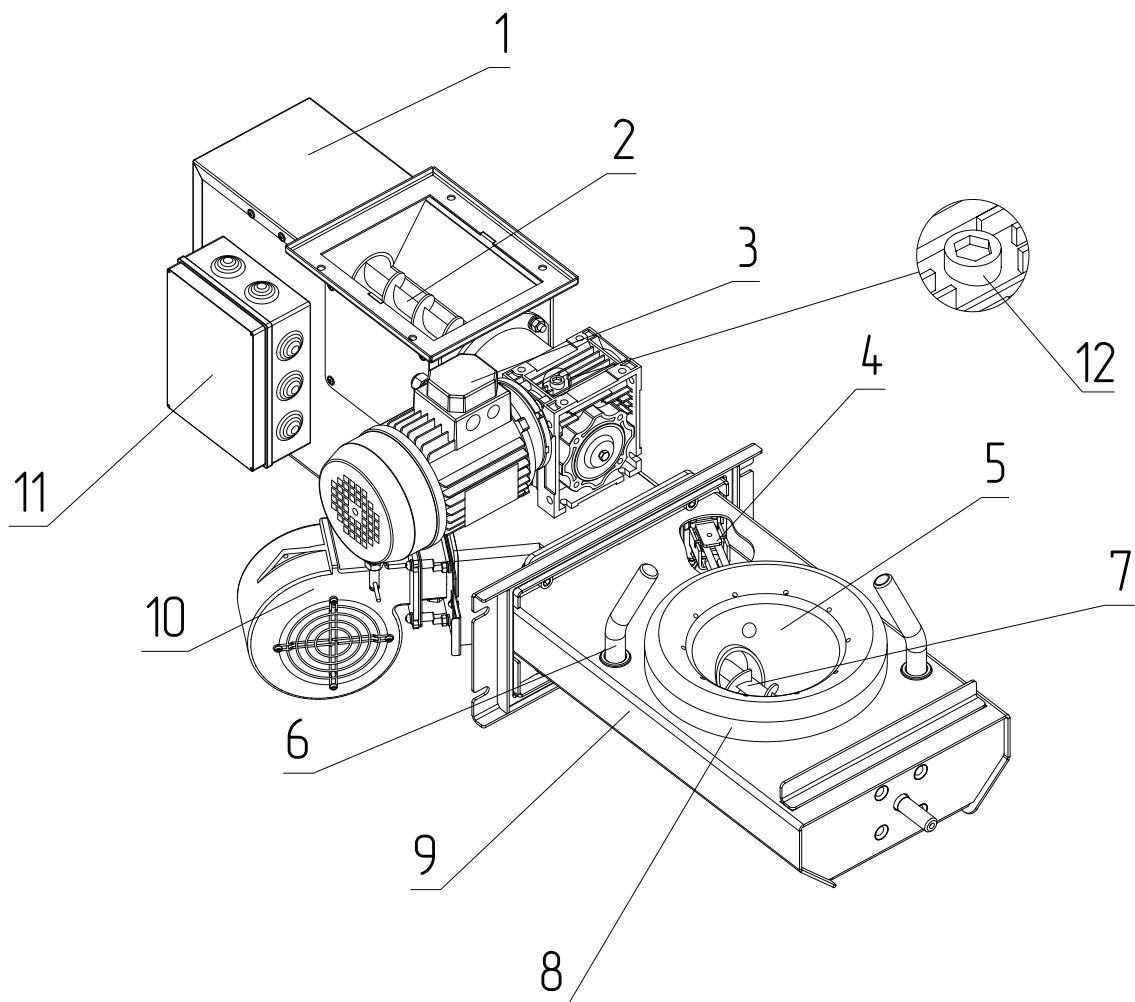

Рис.3 Пеллетная горелка котла ZOTA Pellet S с приводом
4. Установите сапун из комплекта поставки на мотор-редуктор взамен пробки заливной (**Рис.3, поз.12**).